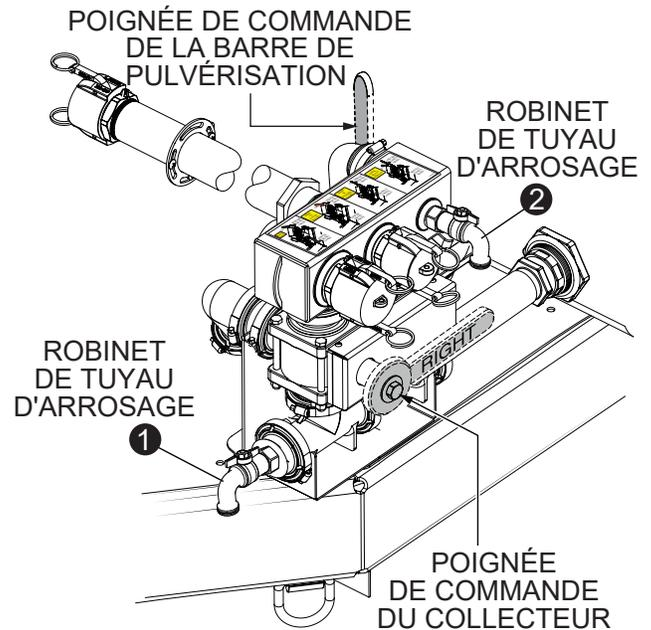
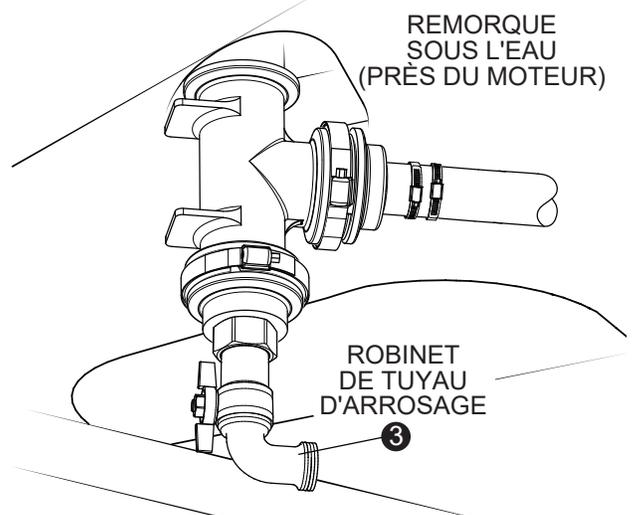

Figure 23. Position des poignées de commande et emplacement des robinets d'arrosage
Figure 24. Emplacement du troisième robinet du tuyau d'arrosage
4. Tournez la poignée de commande du collecteur sur la position 3 heures (horizontale/droite). Voir la Figure 23.
5. Tournez la poignée de commande de la barre de pulvérisation sur la position 12 heures (verticale). Voir la Figure 23.
6. Localisez et ouvrez les trois robinets de tuyau d'arrosage (parallèlement à la position du tuyau) et laissez-les ouverts. Voir la Figure 23 et la Figure 24.